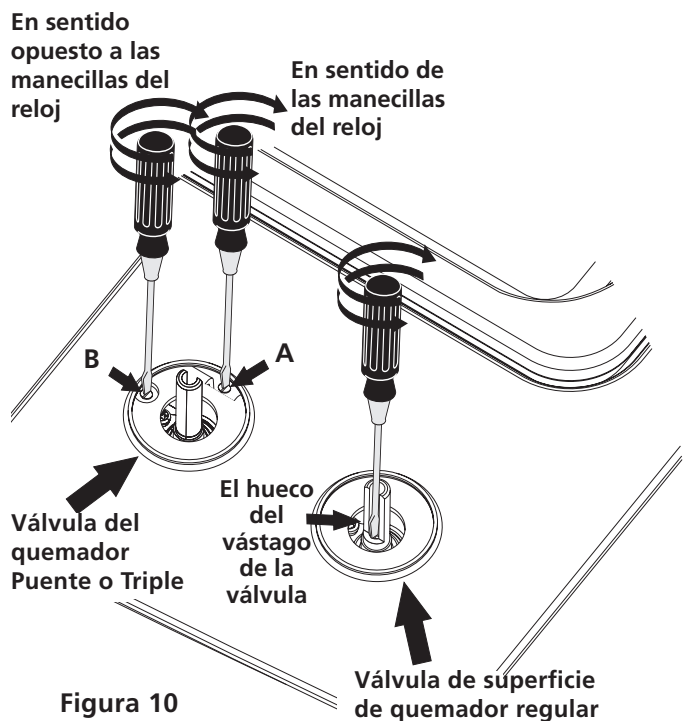

Figura 10
2. El quemador se deberá encender en cuatro (4) segundos para un funcionamiento normal, luego de que el aire haya sido purgado de la tubería de suministro de gas. Controle visualmente que el quemador se hay encendido.
4. Ajuste bajo ("LO") ara la válvula de los quemadores de superficie (Figura 10)
5. Ajuste bajo "LOW" para la válvula de quemador de superficie puente o triple (Figura 10) (algunos modelos)